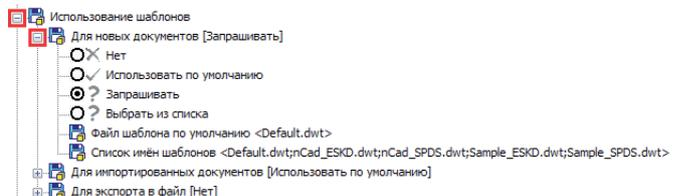

Рис. 3. Раздел *Использование шаблонов*
- 2) открыть ветку *Использование шаблонов* → *Для новых документов* (рис. 3);